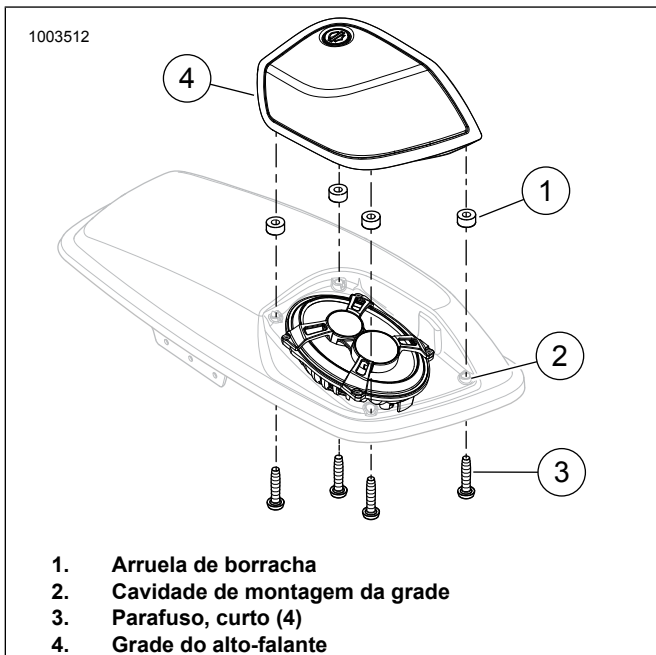

Figura 2. Instalação e remoção da grade
4. Veja a figura 2. Remova os parafusos da grade do alto-falante (3). Guarde para uso posterior.
5. Remova a grade do alto-falante (4). Guarde para uso posterior.
6. Observe a localização das arruelas de borracha (1) para reutilizá-las.